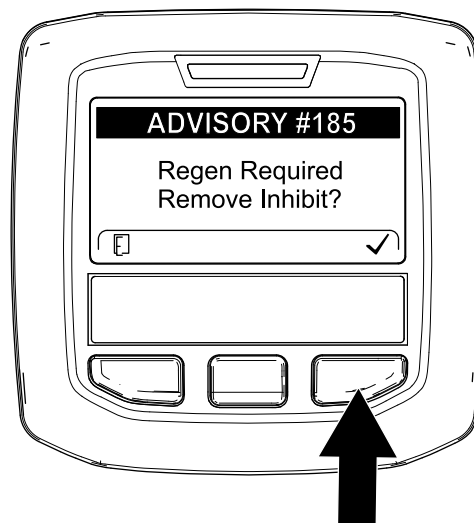

Figure 48
**Remarque:** Si l'option INHIBIT REGEN est à ON, l'InfoCenter affiche ADVISORY #185 (avis n° 185) (Figure 48). Appuyez sur le bouton 3 pour faire passer l'option d'interdiction de régénération à OFF (désactivée) et poursuivez la procédure de régénération commandée.